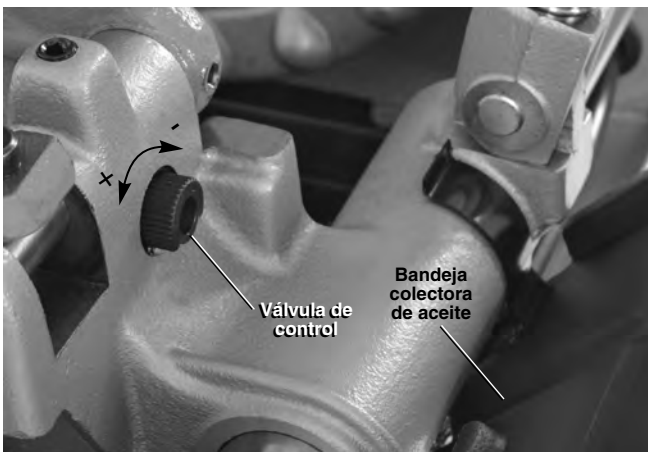

Figura 5 – Ajuste del flujo de aceite
10. Revise el nivel de aceite de corte RIDGID. Extraiga la bandeja de virutas y el revestimiento de la bandeja colectora de aceite. Verifique que el conjunto de filtro de malla esté completamente sumergido en aceite. *Vea Mantenimiento del sistema de aceite.* Si la máquina tiene una bandeja colectora de aceite, verifique que esté bien colocada para que el aceite que gotea del cabezal de terrajas caiga en la bandeja colectora de aceite (*vea la Figura 5*).
- Coloque el cabezal de terrajas en la posición de uso. Coloque el conmutador en la posición AVANCE. Verifique que fluya aceite por el cabezal de terrajas. Coloque el conmutador en la posición APAGADO. Puede ajustar el flujo de aceite con la válvula de control en el carro (*Figura 5*). Si gira la válvula a la derecha disminuye el flujo y si la gira a la izquierda aumenta el flujo. No ajuste la válvula si la máquina está andando.